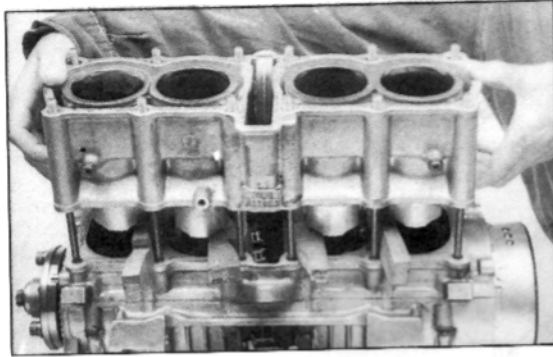

Bild 142
- Auf Verbleib der beiden Passhülsen achten. Siehe Bild 142.